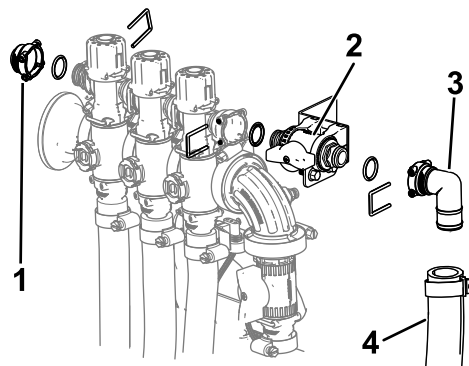

Figura 20
6. Fixai vana de închidere la braul-vană cu inelul de etanare i elementul de fixare îndepărtate anterior Figura 20.
7. Montai capacul ($\frac{1}{2}$ "), inelele de etanare, fittingul i ansamblul furtunului la vana de închidere cu ajutorul elementelor de fixare îndepărtate anterior aa cum se arată în Figura 20.